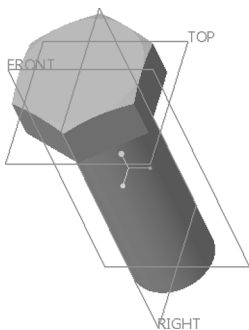

图 6-168 文件中的原始模型
1) 单击 (打开) 按钮, 弹出“文件打开”对话框。从随书光盘中的“CH6”文件夹中选择“bc_6_xslw.prt”文件, 单击“打开”按钮, 文件中的原始模型如图 6-168 所示。